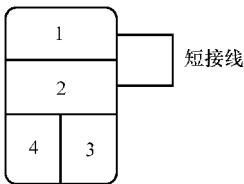

图 7-20 短接继电器
- 3) 如图 7-20 所示，首先使用一根短接线连接散热器风扇继电器的 4 芯插座 1 号与 2 号端子，检查冷凝器电子风扇和散热器电子风扇是否运转，若正常运转，说明散热器风扇继电器损坏，应更换；否则应排除散热器和冷凝器电子风扇电路故障。